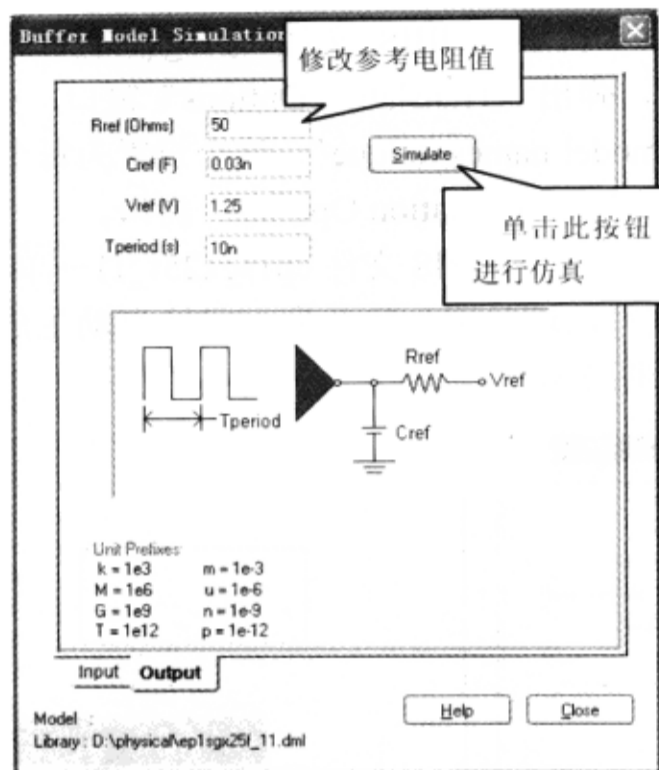

图 2-4-14 设置测试负载电阻参数
(2) 在“Buffer Model Simulation”窗口选择“Output”页面，可以看到“Vref”自动读取模型中的设定值 1.25，“Cref”自动读取模型中的设定值“0.03n”，Tperiod 为仿真周期和“Input”页面一样。更改参数“Rref”为 50，如图 2-4-14 所示。